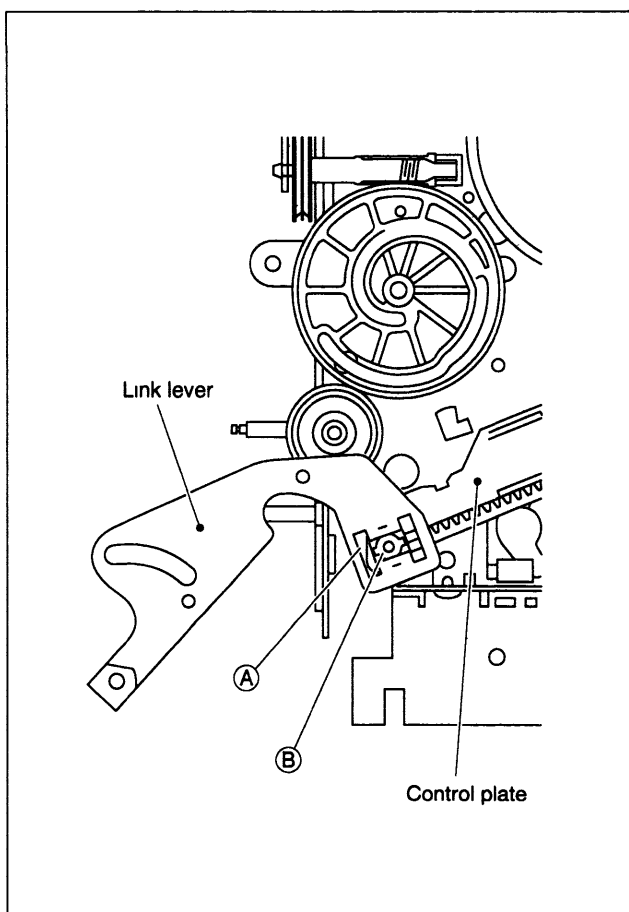

Fig. 2-3-5
- (3) Insira a seção A da alavanca de conexão na seção B da placa de controle (control plate) como mostrado na Fig 2-3-5.